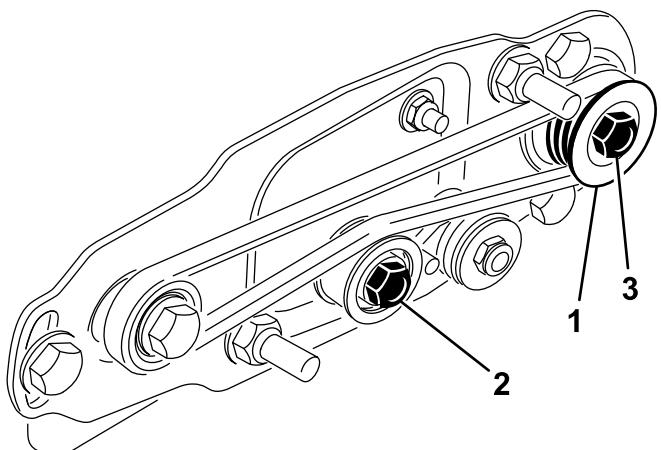
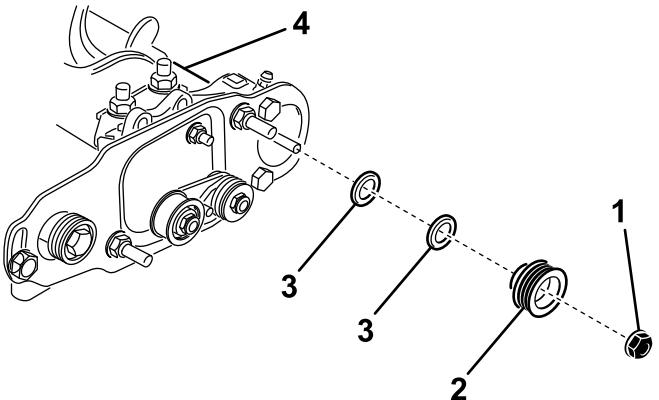

図 39
図 40
1. 受動プーリローラのシャフト位置は内外に動かすことができます図 39。プーリをどちらに動かす必要があるのか確認する。
2. リールを回しながらつまり駆動プーリを回しながら、駆動プーリからベルトをはずす図 39。
3. 受動プーリをブラシシャフトに固定しているロックナットを取り外す図 39または図 40。シャフトが回転しないように、ローラブラシシャフトの平面に 1/2 in レンチを差し込む。
4. シャフトから受動プーリを取り外す図 40。
5. プーリを外側に出したい場合には、0.8 mm0.032 インチ厚のスペーサを1枚入れる図 40。